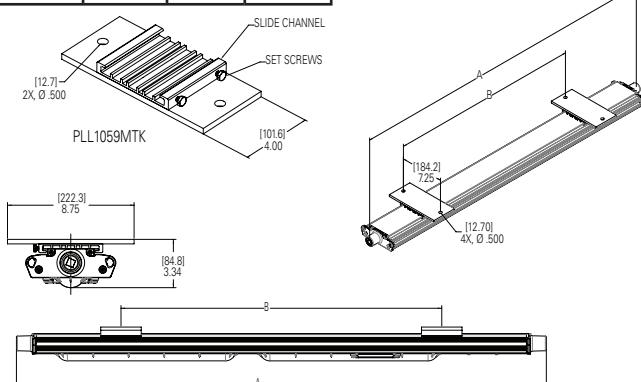

Figure 12
- Marquer et percer les trous pour fixer les supports PLLA1059MTK. Utiliser quatre (4) boulons de 3/8 po (non inclus) pour prendre les mesures centre à centre (voir la figure 12). Espacer les trous des supports PLLA1059MTK au besoin. Les supports doivent être espacés d'au moins 305 mm (12 po) (voir la figure 12).
- Le luminaire peut maintenant être installé. Il est fortement recommandé que deux (2) techniciens qualifiés fassent le montage final du luminaire, afin d'éviter des blessures corporelles ou des dommages au luminaire.
- Serrer les quatre (4) vis de pression de 1/4 po sur les supports coulissants jusqu'à ce qu'elles viennent en butée (voir la figure 12). Serrer avec un couple de 8,8 N.m. (78 lb-po).